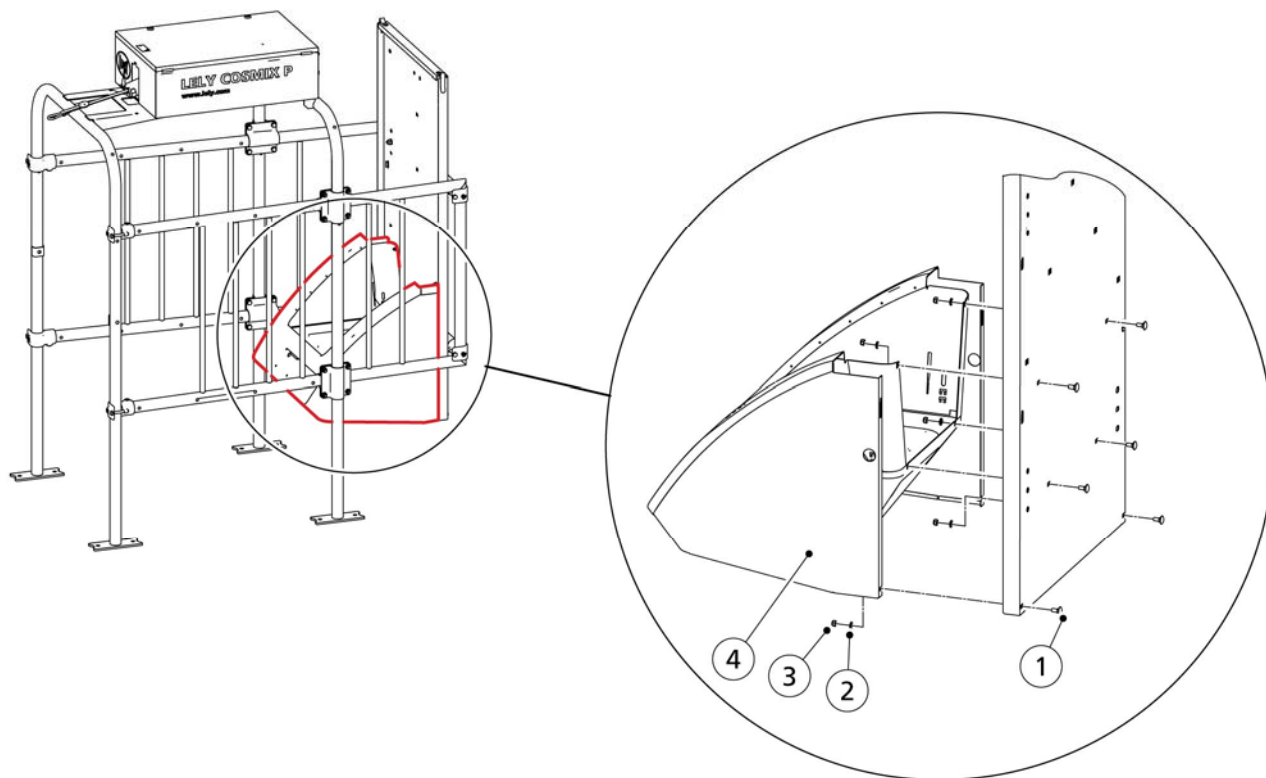

Figure 23. Söödasõime paigaldamine
2. Paigaldage doseerimiseadme (-seadmed) (1, fig. 23, page 5-14) esipaneeli külge.
3. Paigaldage söödalehtri kate (2) esipaneeli ja söödasõime külge.
4. Paigaldage söödamahuti kate (1) fikseerimisvedru (4) abil esipaneeli külge.